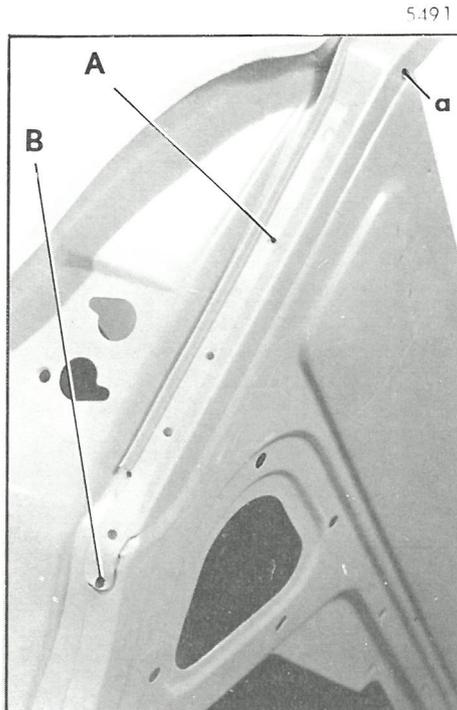

Fig. 1
- en AB (fig. 1) (une tôle seulement)
- en a (fig. 1) (une tôle seulement)